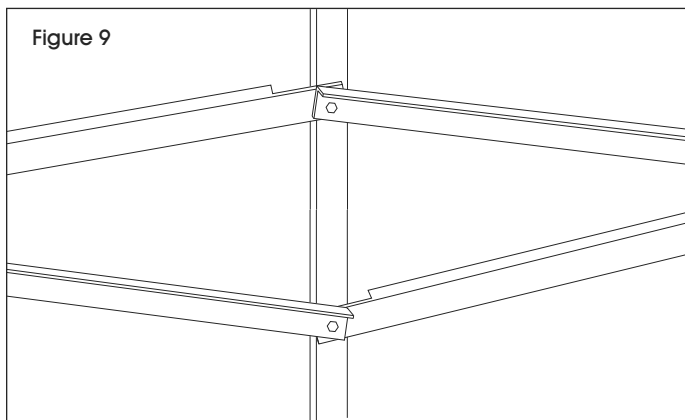

Figure 9
- 4b. Prenez l'autre extrémité de l'entretoise assemblée en X du cadre droit, puis fixez au trou inférieur et au troisième trou à partir du bas sur le cadre du milieu. Prenez la seconde entretoise assemblée en X et fixez-la au cadre du milieu en utilisant le même trou inférieur et le troisième trou à partir du bas (les extrémités des entretoises se chevauchent). Seule une extrémité crantée peut être fixée au trou inférieur et une au troisième trou à partir du bas. Serrez à la main. (Voir Figure 9)